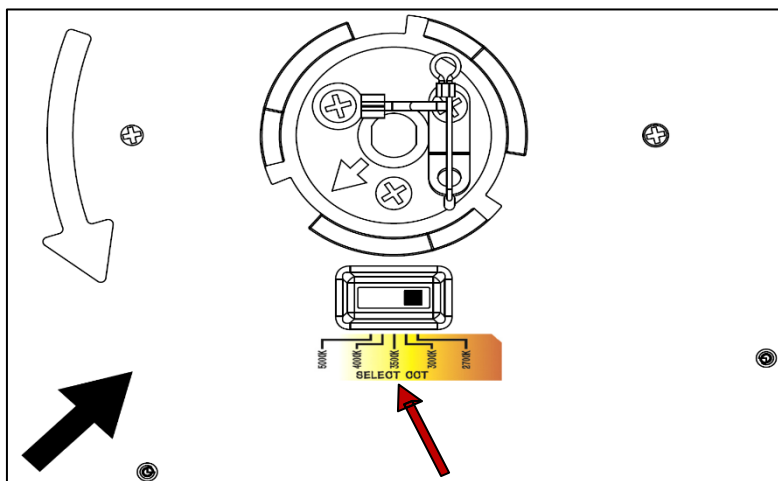

Figure 3
23. **Avant l'installation** : À l'arrière du luminaire, trouvez l'interrupteur permettant de sélectionner la température de couleur. **Choisissez votre réglage** : Positionnez le commutateur sur la température de couleur DEL souhaitée indiquée sur la Figure 3 : 2700K (doux); 3000K (chaud); 3500K (neutre); 4000K (froid); 5000K (lumière du jour).